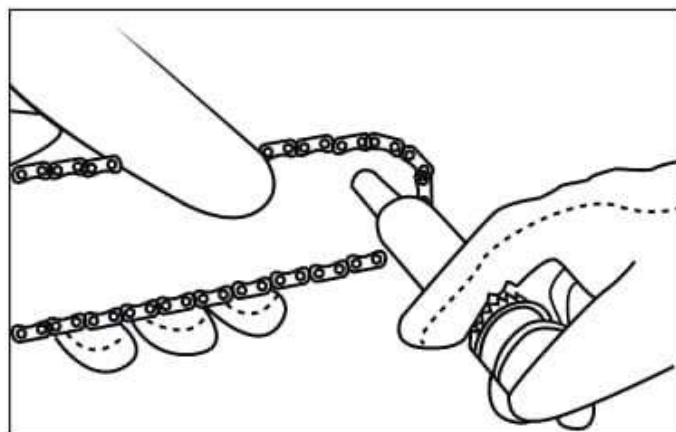

Рисунок 14.
3. Поместите иглообразную дюзу шприца в отверстие для смазки и вводите смазку до тех пор, пока она не появится на внешней кромке цепного зубчатого колеса шины (рис. 14).